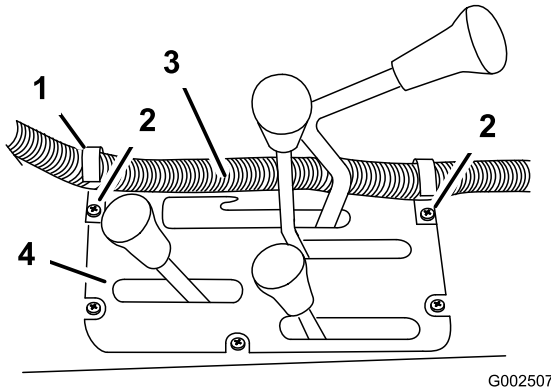
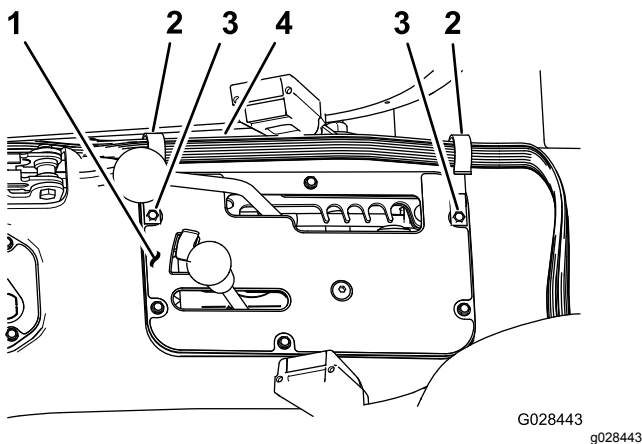

図 19
図 20
1. 既存のねじを使って、センターコンソールの図 19 または 図 20 に示す位置に、Jクリップ (2 個) を取り付ける。